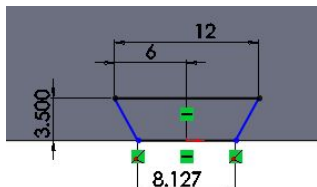

图 4-103 草绘图形并标注尺寸
(9) 单击【草图】工具栏中的 【直线】按钮，绘制一条直线，并单击 【智能尺寸】按钮标注尺寸，如图 4-103 所示。